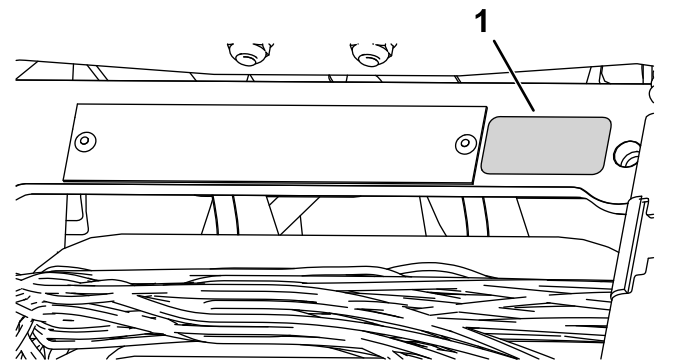

Figura 16
- Applicate l'adesivo dell'anno di produzione accanto alla piastra del numero di serie (Figura 16).